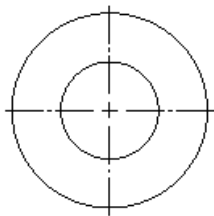

图 8-30 打开模型视图
- (1) 打开初始文件“Z8g1.slddrw”，打开模型视图，如图 8-30 所示。